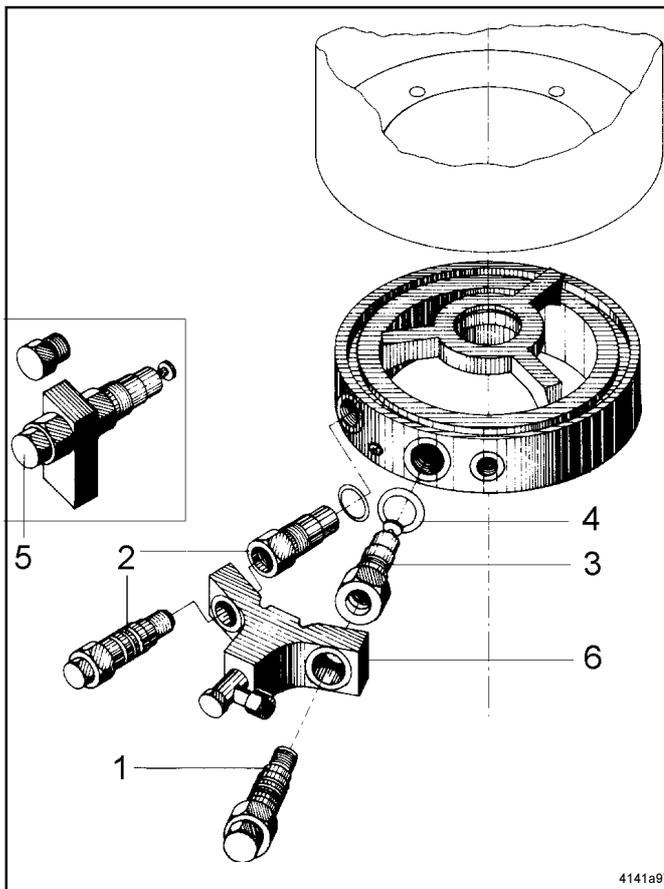

Abb. 3 - Auswechseln von Pumpenelementen
- \* Einzelelement (Pos. 5, Abb. 3) am Einschraubzapfen (SW 32) herausdrehen